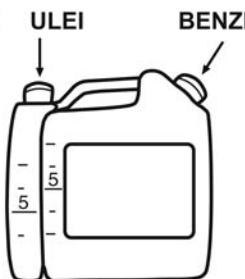

Fig. 9
- > Proportia de amestec recomandată este 40:1 (Fig. 9).